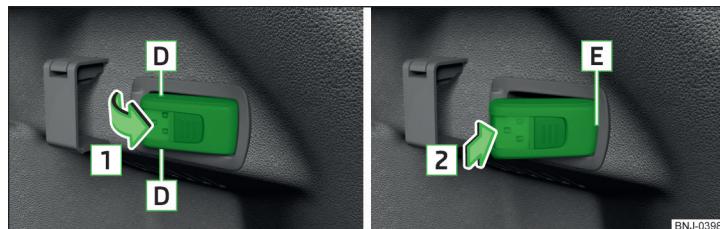

Fig. 117 Demontarea lămpii/montarea lămpii
- Pentru **scoatere**, apucați lampa în zona **D** și scoateți-o în sensul săgeții **1** » fig. 117.
- Pentru **introducere**, introduceți lampa întâi cu partea din spate **E** în suport » fig. 117 și apoi apăsați-o în sensul săgeții **2**, până se fixează cu zgomot.